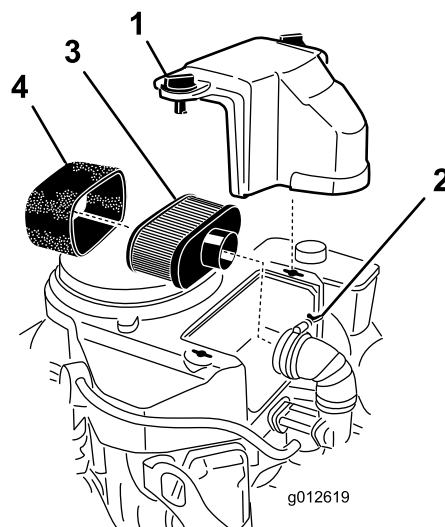

Figura 28
3. Limpe a área ao redor do filtro de ar, evitando o ingresso de sujeira no motor, o que poderá causar danos (Figura 28).
4. Solte os parafusos com manípulo e remova a tampa do filtro de ar (Figura 28).
5. Solte a abraçadeira e remova o conjunto do filtro de ar (Figura 28).
6. Com cuidado, remova o elemento de espuma do elemento de papel (Figura 28).
1. Limpe o elemento de papel dando leves tapas para soltar a poeira. Se estiver com excesso de poeira, substitua (Figura 28).
1. Com cuidado, encaixe o elemento de espuma sobre o elemento de papel (Figura 28).
2. Coloque e fixe o conjunto do filtro de ar sobre a base (Figura 28).
3. Encaixe a tampa do filtro de ar e fixe com os parafusos-manípulo (Figura 28).